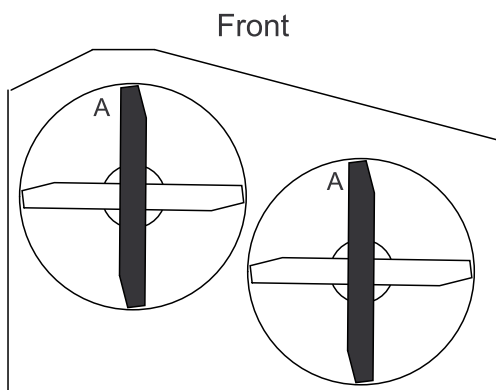

Figura 48
- Gire las cuchillas hasta que los extremos estén orientados hacia adelante y hacia atrás. Mida desde una superficie nivelada hasta el filo de corte, posición **A**, de las cuchillas (Figura 48). Anote esta dimensión.